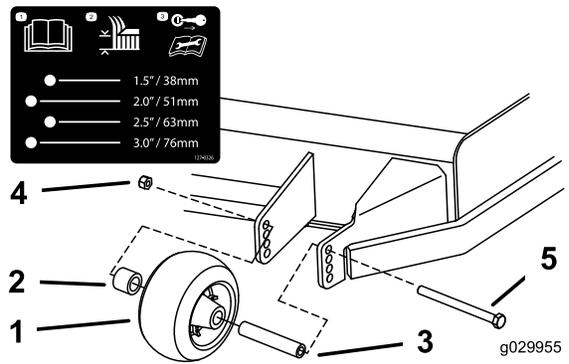
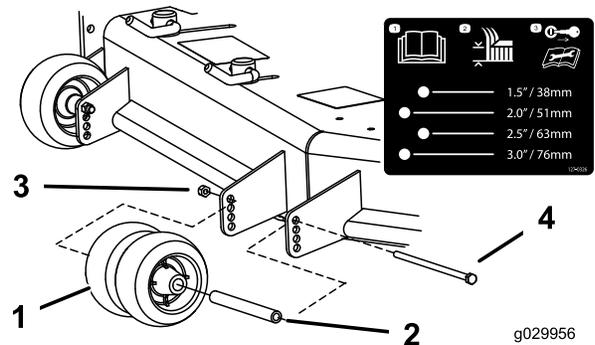
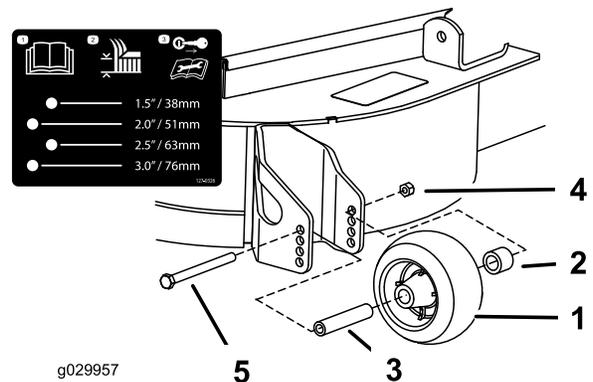

Bild 31
Bild 32
Bild 33
- Stellen Sie die Antiskalpierrollen ein, wie in **Bild 31**, **Bild 32** und **Bild 33** abgebildet.